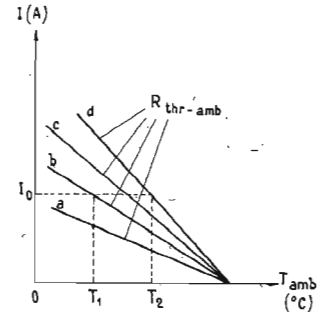

FIG. 4
b) la température ambiante à ne pas dépasser pour une intensité de courant déterminée et avec une résistance thermique de radiateur, également donnée, selon des graphiques comme celui de la figure 4.
A droite, on a indiqué les paramètres de la figure 4 dont l'origine est la température limite des jonctions, T_j .